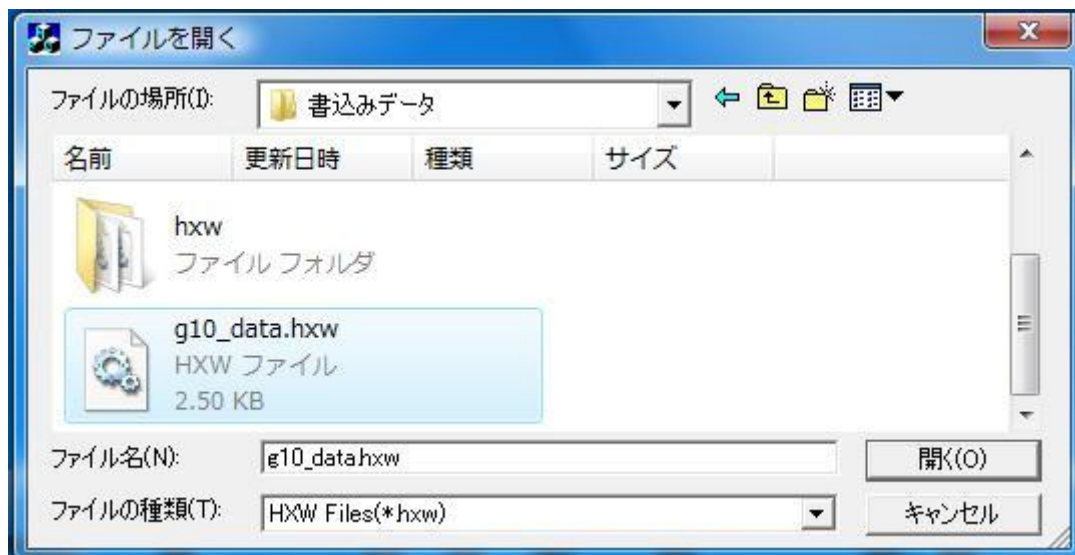

図11.2 ファイル選択画面
2. Browse をクリックし、CRC サムを確認したい.Hxw ファイルを選択してください。(図11.2)